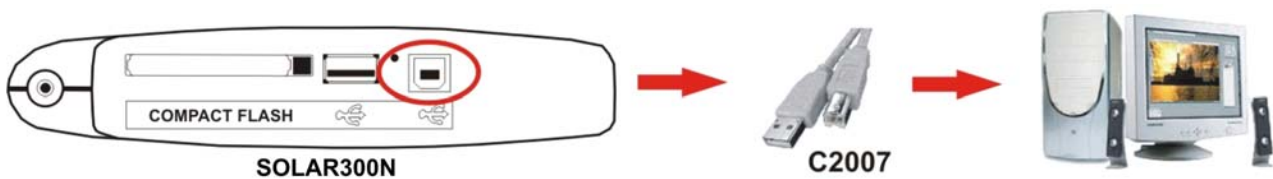

Fig. 158: Collegamento strumento a PC
3. Collegare lo strumento al PC usando il cavo C2007 (USB "A" → USB "B") fornito in dotazione come mostrato in Fig. 158: